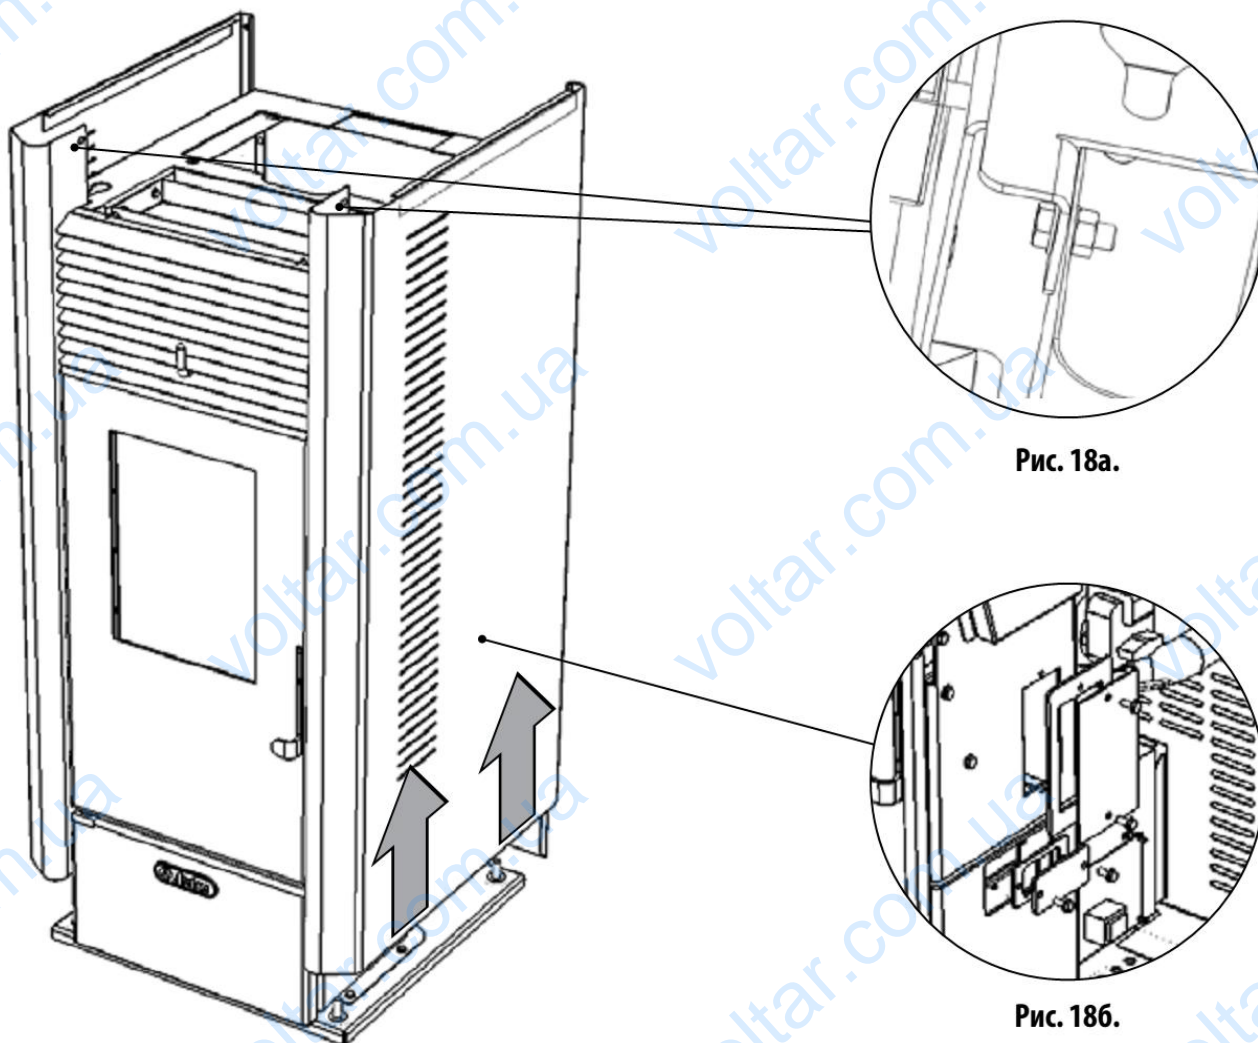

Рисунок 18 Підхід до отвору для чищення димоходу
5. за решіткою, рис.(18а), підніміть вгору і зніміть ліву і праву бічні стінки (рис. 18).
6. Відкрийте всі чотири оглядові отвори димоходу. Відгвинтіть по два гвинти М5 і зніміть оглядові кришки і прокладки (рис. 18б), очистіть канали димоходів камери згоряння, що знаходяться по обидва боки печі.